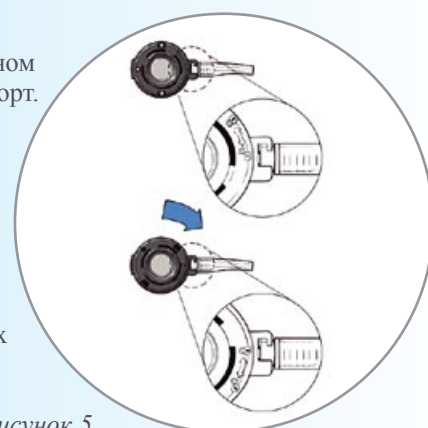

Рисунок 5
- Проверьте порт, чтобы убедиться, что кольцо привода находится в разблокированном положении. В разблокированном положении прикрепляющие крючки втянуты в порт. Для перевода в заблокированное или разблокированное положение кольцо привода вращается по часовой или против часовой стрелки, как показано рисунками заблокированного/разблокированного положения на кольце привода. Перед размещением порта в приемнике аппликатора кольцо привода необходимо перевести в разблокированное положение таким образом, чтобы символ разблокировки на приводе находился на одной линии с трубкой переходника (Рисунок 5).